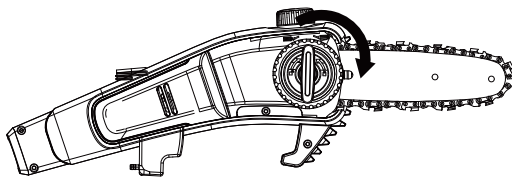

Fig. 9
5. Montez le couvercle de la chaîne et serrer-le en tournant le bouton de verrouillage du couvercle de la chaîne dans le sens des aiguilles d'une montre jusqu'à ce qu'il soit bien serré. (Fig.9)